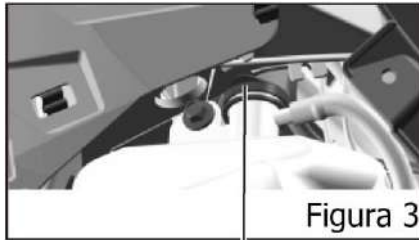

Figura 3
–Retire el tapón de goma (Figura 3) del vaso de expansión, luego llene con refrigerante a través de un tubo de goma, hasta un nivel entre las marcas UPEER y LOWER.